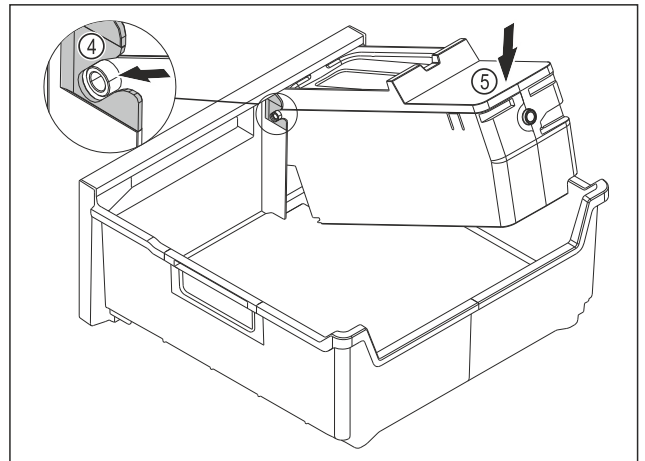

Fig. 82
- ▶ Monter le corps de l'EasyTwist-Ice : Insérer les axes du corps de l'EasyTwist-Ice dans les guides Fig. 82 (4).
- ▶ Appuyer l'arrière du corps de l'EasyTwist-Ice Fig. 82 (5) vers le bas.